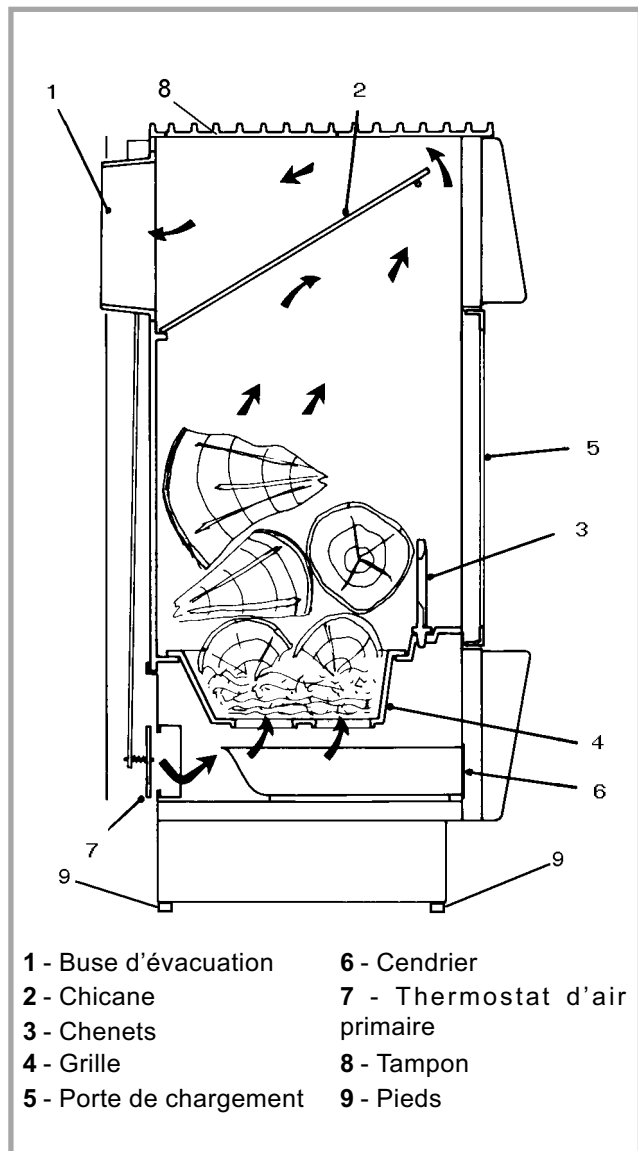
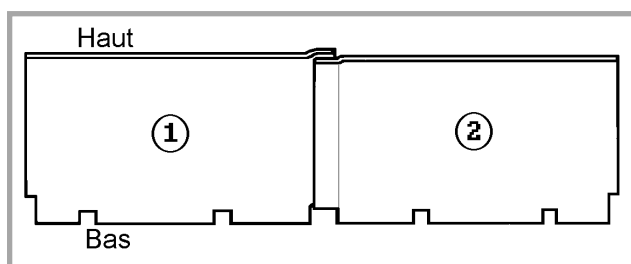
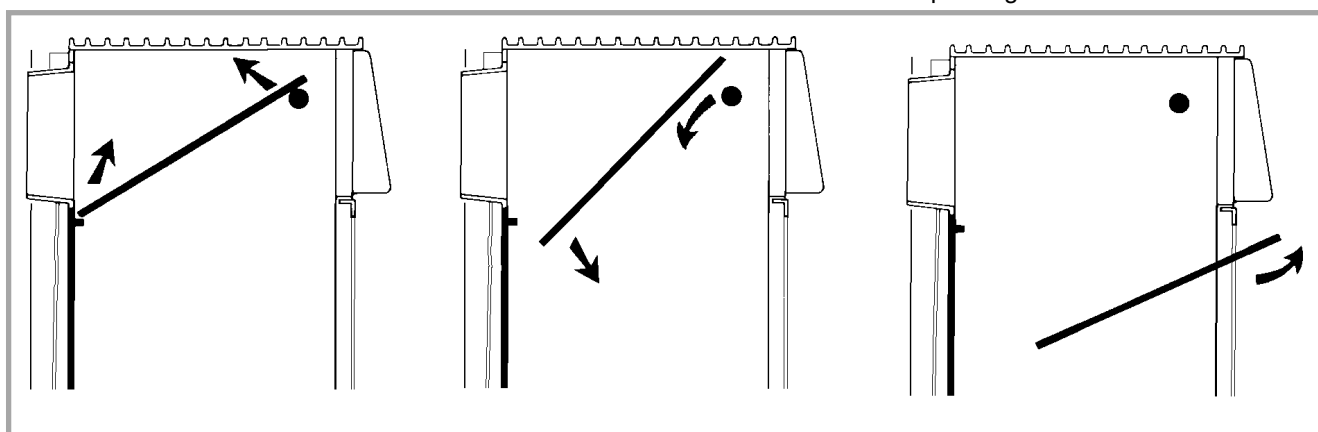

Figure 2 - Coupe schématique
Figure 5 - Chicane en 2 parties
Figure 6 - Dépose de la chicane
Démonter d'abord la partie droite 2 (fig. 5 et fig. 6), démonter ensuite la partie gauche 1.
- Déposer préalablement la(les) grille(s) de face (fig. 2, p. 4) et les chicanes (fig. 5 , p. 6).